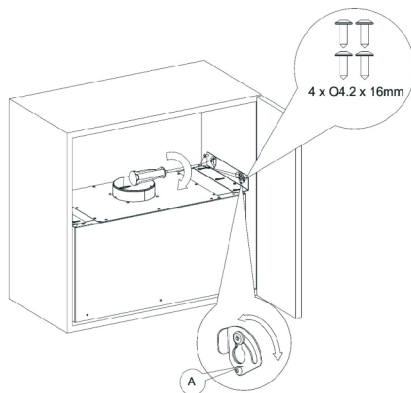

Рис. 11
7.5 Отрегулируйте и закрепите монтажные пластины (Рис. 11).